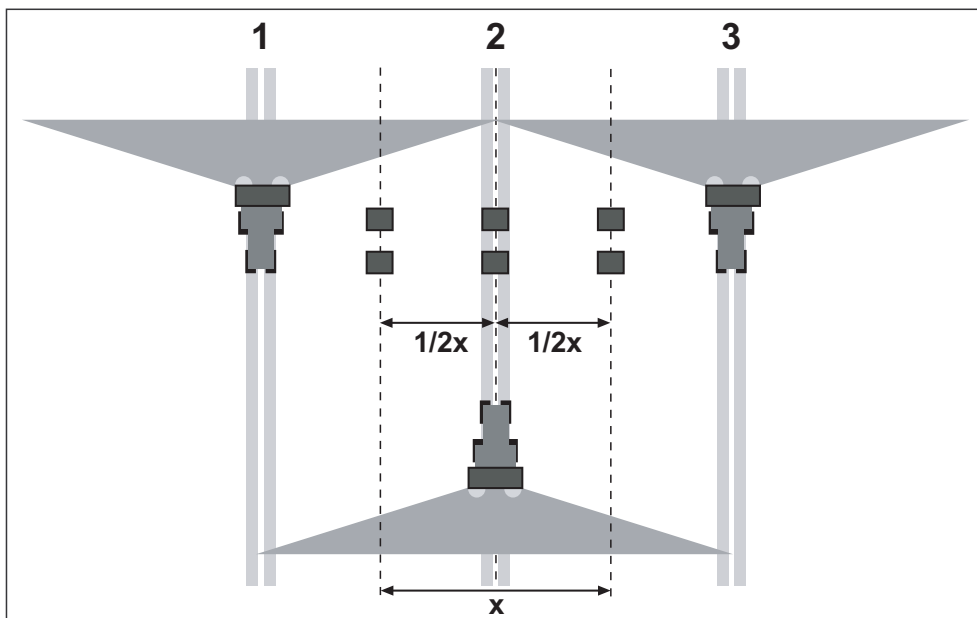

Bild 6.18: Uppställning för tre överfarter
- Ställ två fångskålar efter varandra med ett avstånd på **1 m** i överlappningszonerna och i det mellersta körspåret (som på bild 6.18).